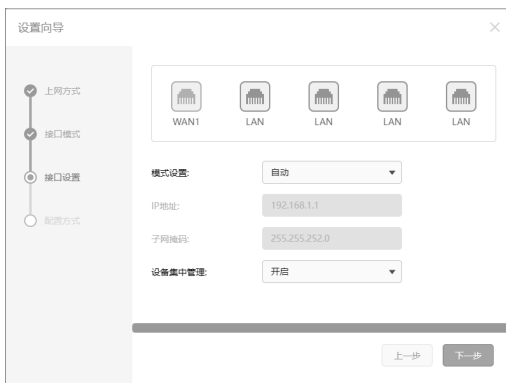

图4-6 接口设置-LAN口设置
7. WAN口设置完成后，进入LAN口设置页面，如图4-6所示，完成后单击“下一步”。